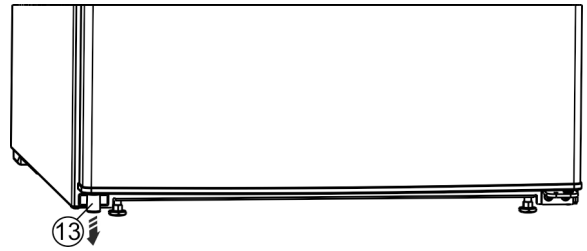

Fig. 4
- ▶ Vľavo dolu z dverí vyberte dištančný diel Fig. 4 (13).